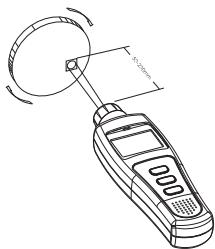

Figure1.
- **RPM** see Figure 1.
- **Varvtalsmätning.** Se fig. 1.
- **Turtallsmåling.** Se fig. 1.